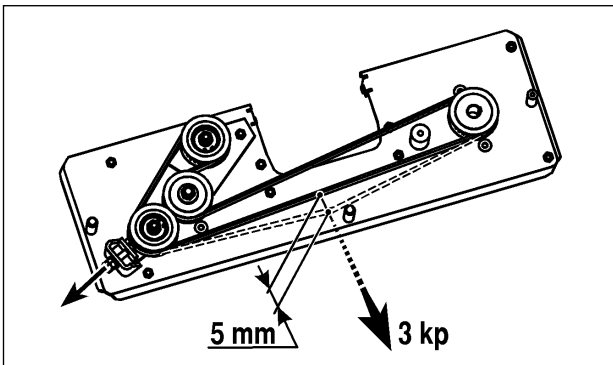

Fig. 33
### COURROIE DE LA TONDEUSE (FIG. 33) RÉGLER LA COURROIE CRANTÉE
5. Régler la tension spécifiée pour la courroie crantée à l'aide de l'écrou M10 (voir fig. 33).
Courroie crantée	voir fig. 33